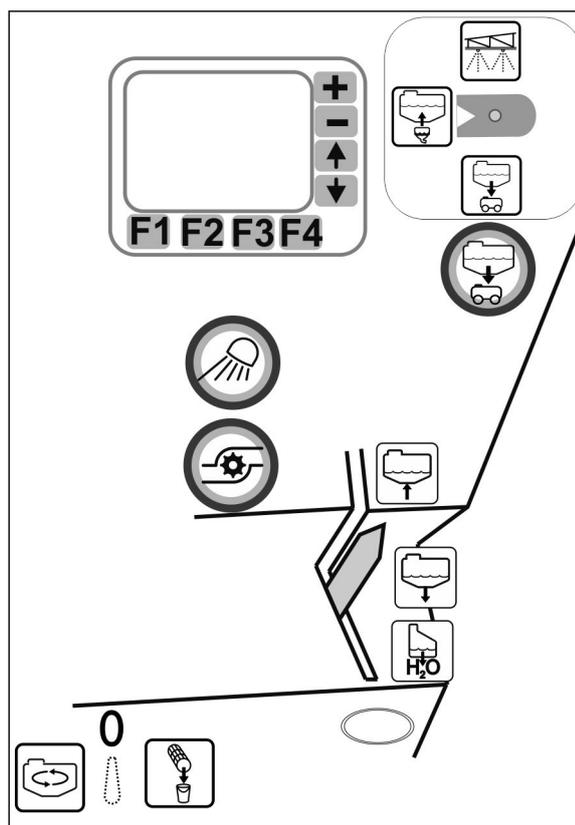

Fig. 145
- Pulire il filtro di aspirazione (Fig. 145) quotidianamente dopo la pulizia dell'atomizzatore.
- Ingrassare l'O-ring sulla parte inferiore del filtro di aspirazione (Fig. 145/4). Assicurarsi che gli o-ring siano montati correttamente.
1. Smontare il coperchio del filtro di aspirazione (Fig. 145/2).
2. Asportare il coperchio con il filtro di aspirazione (Fig. 145/3) e pulire con acqua.
6. Smontare il coperchio del filtro di aspirazione (Fig. 145/2).
7. Azionare la valvola di sicurezza del filtro di aspirazione (Fig. 145/1).
8. Asportare il coperchio con il filtro di aspirazione (Fig. 145/3) e pulire con acqua.